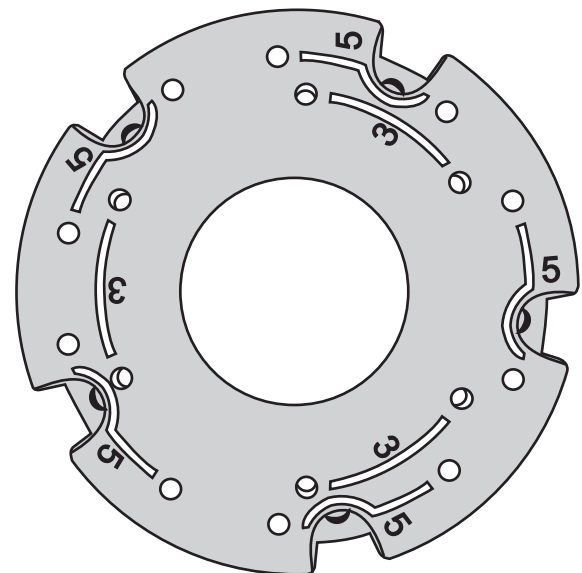

Figure 13
**REMARQUE :** L'installation de ce ventilateur peut s'effectuer à l'aide des deux types de pales fournies. Veuillez vous référer au schéma important (Fig. 13) lors de la fixation des pales de votre ventilateur.